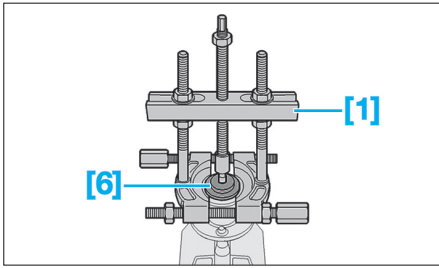

Fig. 34
- Positionner les outils [6] et [1] (Fig.34).